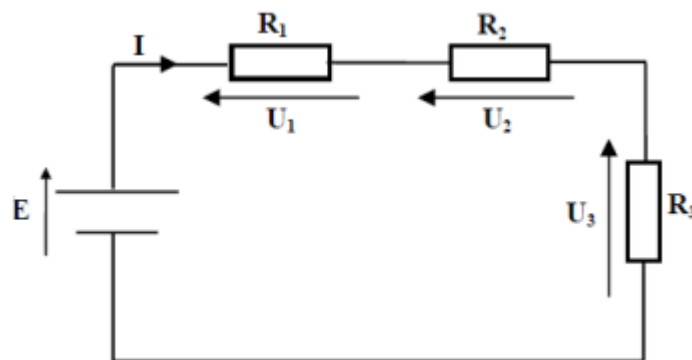

Figure 4
1. Réaliser le circuit présenté par Figure 4 ci-dessous.